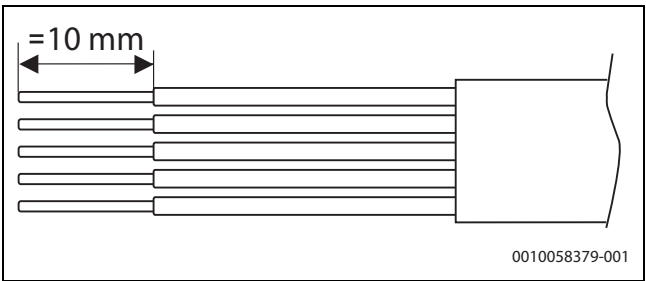

Bild 41 Abisolieren der Adern für den Netzanschluss
- CAN-BUS-Anschlusskabel durch die Kabeldurchführungen auf der linken Seite (1) führen.
- Anschlusskabel für die Stromversorgung durch die Kabeldurchführungen auf der rechten Seite (2) führen.
- ▶ Kabel wie in →Bild 41 gezeigt abisolieren.